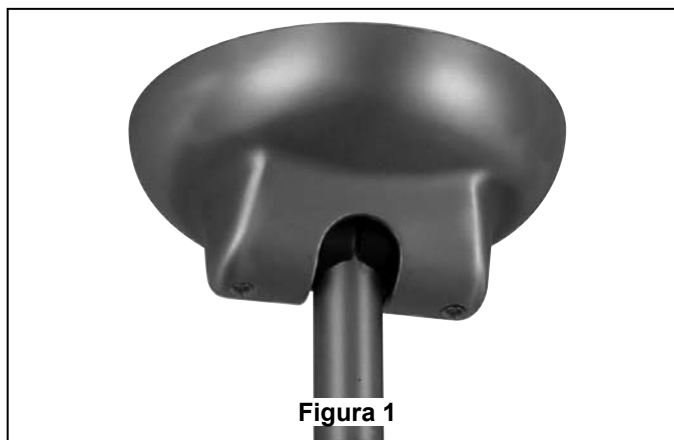

Figura 1
1. Ajuste bien la cubierta del capuchón al soporte de suspensión con los dos tornillos suministrados con el ventilador (Figura 1)